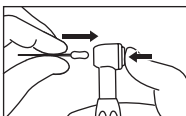

Fig. 2
- Inserte el mango del instrumento dentro del portabrocas (Fig. 2) y suelte el botón.